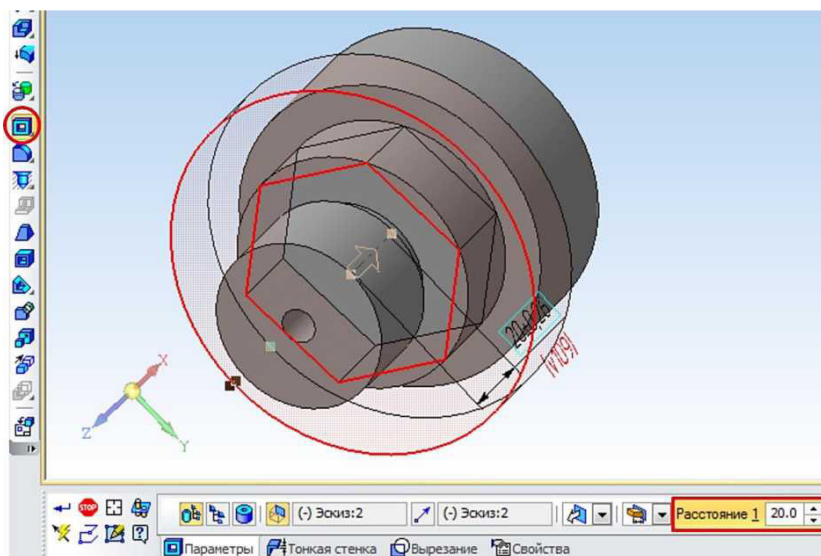

Рисунок 4.
4. Убираем окружность и строим новую с диаметром большим, чем 56 мм с целью удаления материала вне шестиугольника посредством операции **Вырезать выдавливанием**, т.к. при наличии двух эскизов удаляется все, что находится между ними на заданную глубину, рисунок 4.